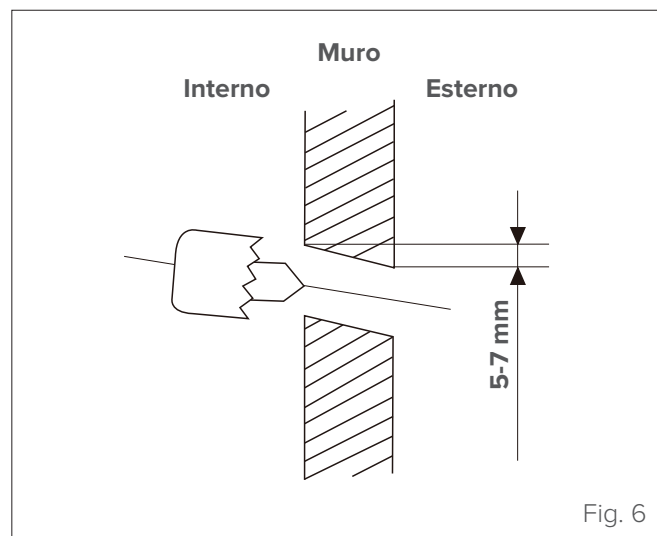

Fig. 6
- 1 Determinare la posizione del foro in base alla posizione della piastra di montaggio. Come ausilio per la scelta della posizione ottimale, fare riferimento al punto "Dimensioni della piastra di montaggio". Il foro nella parete dovrà avere un diametro minimo di 65 mm e una leggera inclinazione verso il basso per facilitare il drenaggio (vedere "Fig. 6").